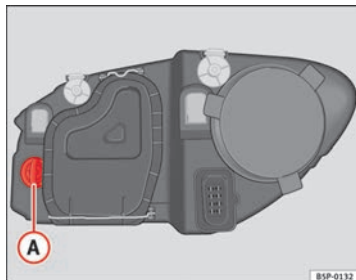

Fig. 179 Lámpara luz intermitente
- Gire el portalámparas ⇒ fig. 179 A a la izquierda y tirar.